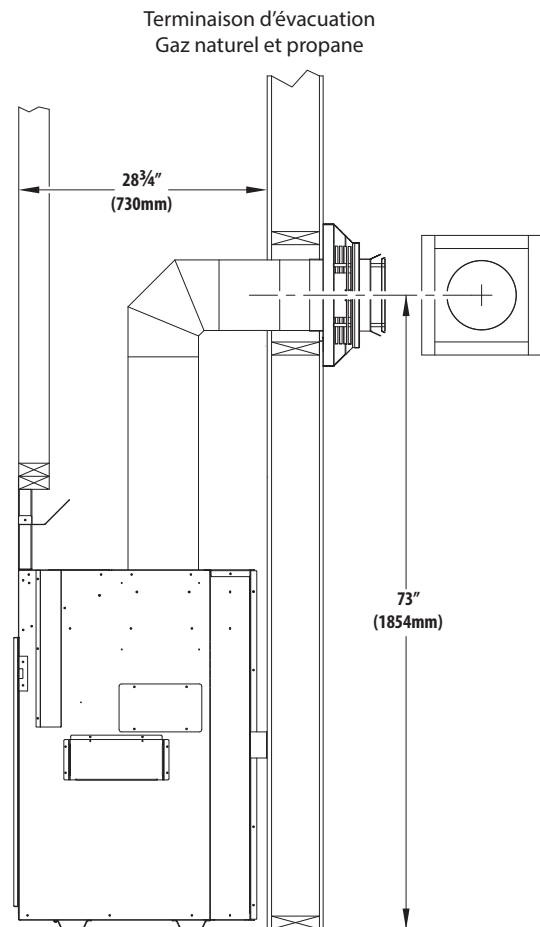

Figure 3.7, Encadrement de la terminaison d'évacuation
1. Mesurez la distance entre le plancher du foyer et le centre du point de traversée murale prévu du conduit d'évacuation. La dimension de la Figure 3.7 (page 17) est utilisée avec un coude Simpson DuraVent.
- Les dimensions du conduit rigide de la Figure 3.7 sont testées avec un système de cheminée à conduit coaxial 5 po x 8 po homologué de Simpson DuraVent SEULEMENT.